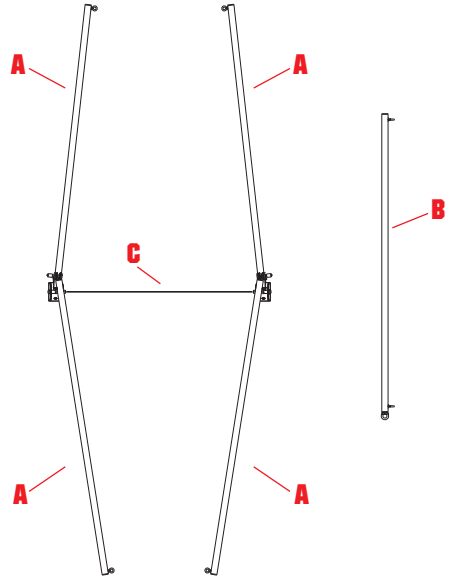

fig. 2
- Placera sidostängerna (A) och den övre stängningen (B) på marken - (Fig. 2).